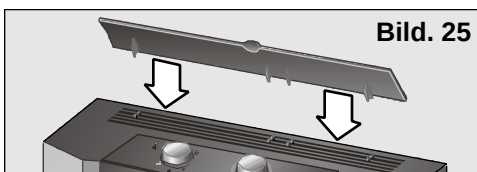

Bild. 25
- ☐ Lyft upp luftflödesriktaren som finns på apparatens översida. På modell **PA0430M** är denna riktare inte förinstallerad på apparaten. Se Bild 25 och 26 i kapitlet som behandlar apparatens värmefunktion.